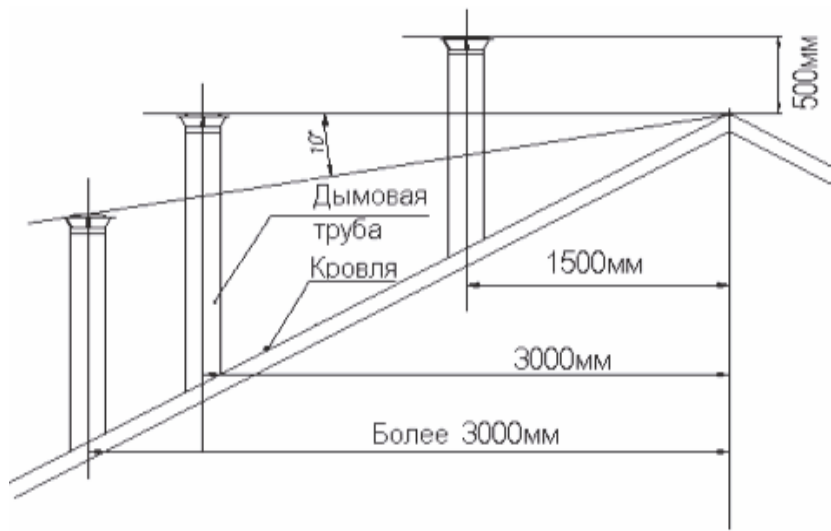

Рис.4. Определение высоты наружной части дымовой трубы
6.8. Возвышение дымовых труб над кровлей следует принимать (см. рис.4):
7.3. В соответствии с п.6.12 и 6.13 установить в разрезе потолка потолочную разделку (см. рис. 4.) Конструкция разделки обеспечивает требование ГОСТ Р 53321-2009 о не превышении температуры 50°C в месте сопряжения короба разделки и потолка из горючих материалов.
к дымоотводящим каналам (рис.4) Настоящего Руководства, определить высоту дымовой трубы, гарантирующую стабильность тяги. Закончить сборку, установив последний «сэндвич», а на него - зонт-оголовок или дефлектор.